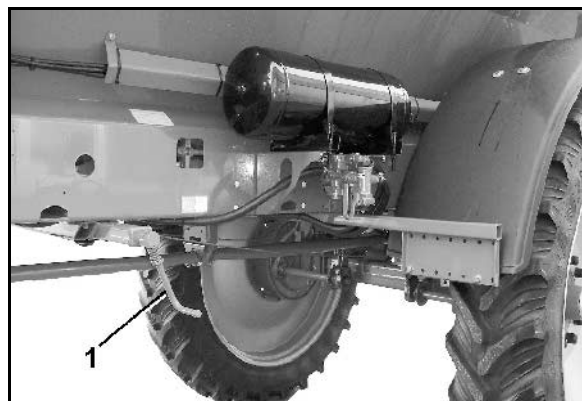
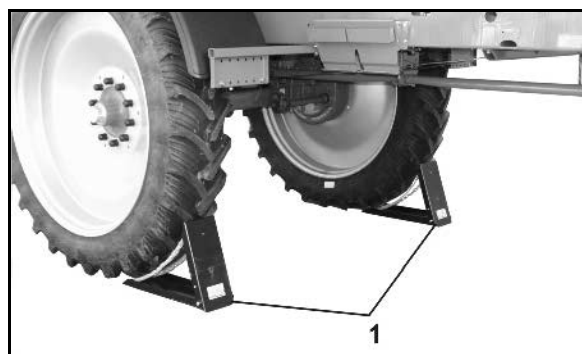

Fig. 44
Fig. 45
- 1.1 Säkra spridaren mot oavsiktlig rullning. Använd härvid parkeringsbroms (Fig. 44/1) och/eller stoppklossar (Fig. 45/1).